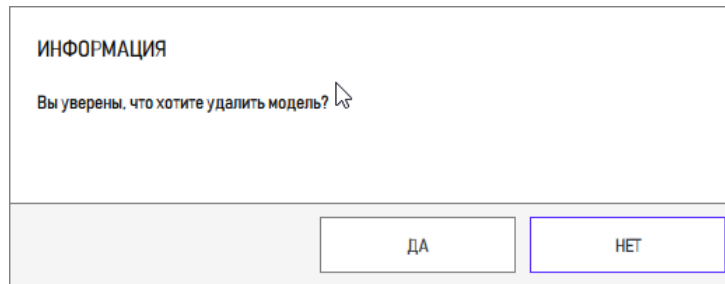

Рисунок 111 – Вид окна для подтверждения удаления модели
3) В открывшемся диалоговом окне нажать на кнопку «ДА» для подтверждения действия (рисунок 111).